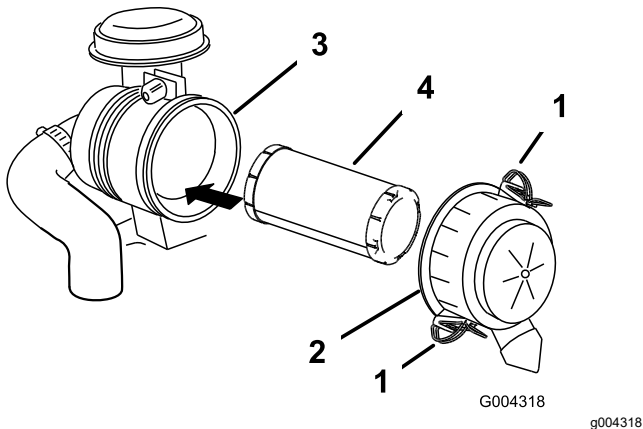

図 38
3. エアクリーナのラッチを外し、ボディーからカバーを抜き出す 図 38。
5. エアクリーナのボディーから、フィルタをはずかに引き出す (図 38)。